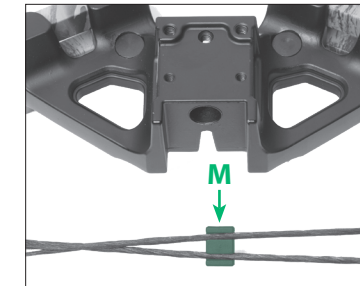

FIGURE 3
- 1a** Fije el deslizador en los cables. El deslizador de los cables tiene un espacio más grande de un lado para deslizarse correctamente sobre el riel. (Fig. 3)